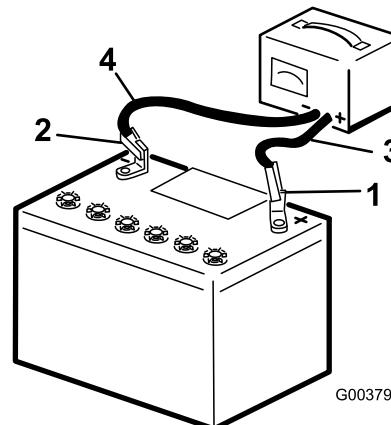

Figure 59
2. Branchez le câble positif du chargeur de batterie à la borne positive de la batterie (Figure 59).
3. Branchez le câble négatif du chargeur de batterie à la borne négative de la batterie (Figure 59).
- Quand la batterie est chargée au maximum, débranchez le chargeur de la source électrique, puis débranchez les fils du chargeur des bornes de la batterie (Figure 59).